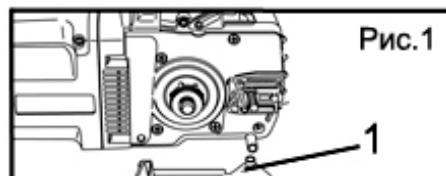
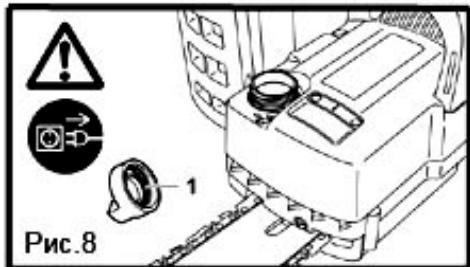

Рис.1
Рис.8
- Открутите зажимную ручку (2, Рис.1). Снимите кожух (1, Рис.1).
Точно установите на место крышку (5, Рис.1) и убедитесь в том, что зацепы на задней части крышки точно вошли в предусмотренные для них отверстия в корпусе.
Крепко притяните крышку с помощью зажимной ручки (4, Рис.1). Необходимое натяжение цепи достигается, когда в средней части шины цепь возможно вручную оттянуть от шины на 3-4мм (рис. 7).
Для заливки масла отвинтите крышку горловины заливного бачка (1, Рис.8), и наполните его маслом выше отметки «min». Масло для заливки не должно содержать никаких посторонних включений, которые могли попасть в него в процессе хранения и заливки в емкость. Перед заливкой убедитесь, что емкости, которые Вы будете использовать для заливки, не содержат песка, абразивной пыли и тому подобных включений. Контроль уровня заливаемого масла производится через мерное стекло (15, рис.1) в корпусе пилы.
Внимательно следите за тем, чтобы цепная пила стояла так, чтобы крышка звездочки (5, рис. 1) располагалась вверху.